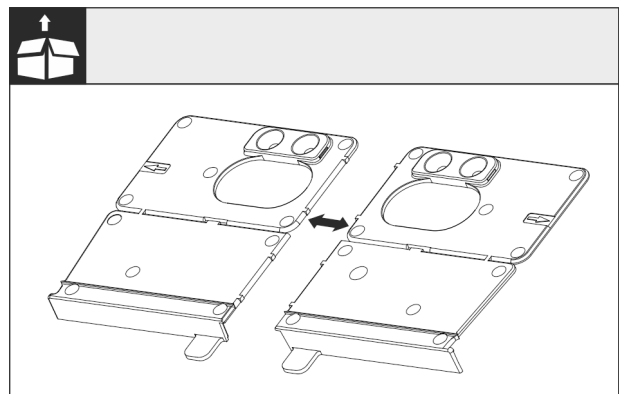

Fig. 27
► Separare l'angolare di montaggio della base Fig. 27 () lungo la perforazione.